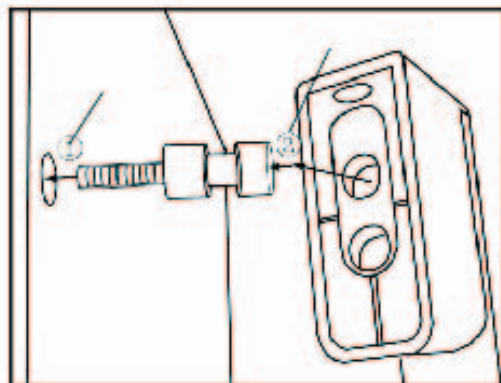

fig. 1
- 1) Posizionare la vite di connessione nell'apposito foro sulla porta del frigorifero con l'aiuto di un cacciavite (come indicato dalla freccia 1 in fig. 1)